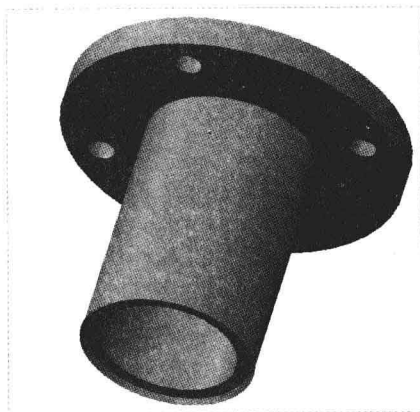

图 8-78 创建唇特征
Step 08 弹出“输入拔模角”数值框，输入 45，单击“接受值”按钮 ，执行操作后，即可创建唇特征，如图 8-78 所示。